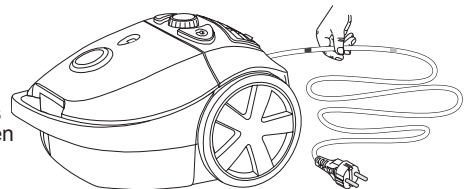

Abbildung 5
2. Das Kabel hat eine gelbe und eine rote Markierung, siehe Abbildung 5. Ziehen Sie das Kabel bis zur gelben Markierung heraus.
⚠ Führen Sie das Kabel beim Aufrollen. Ansonsten kann sich das Kabel verknoten oder der Stecker kann hart gegen die Geräterückseite schlagen. Nehmen Sie das Kabel an der Markierung locker in Ihre Hand und lassen Sie es kontrolliert durch Ihre Finger in das Gerät hineinziehen, siehe Abbildung 5.